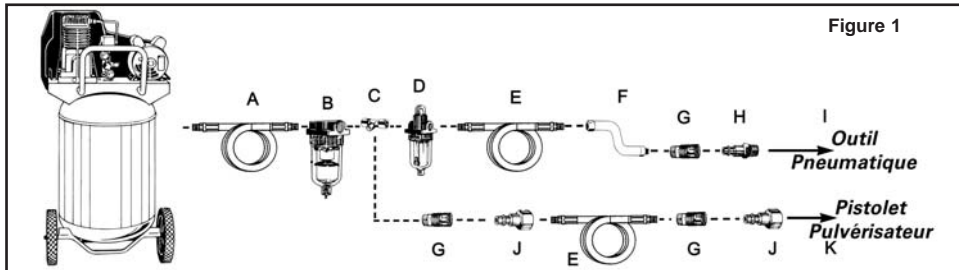

Figure 1
- Vous devriez, comme pratique courante, vider l'eau du réservoir et des conduites d'air chaque jour avant de les utiliser (consultez le guide d'utilisation du compresseur pour obtenir de plus amples renseignements). **NOTE : Négliger d'installer l'équipement approprié d'évacuation de l'eau ou de l'huile peut endommager le pistolet pulvérisateur ou la pièce de travail (voir Figure 1).**